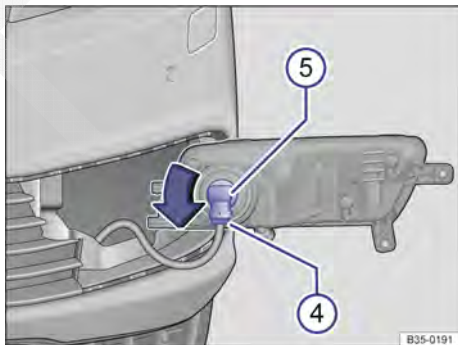

Fig. 205 No farol desmontado: substituir a lâmpada incandescente.
- Com a chave de fenda das ferramentas de bordo desaparafusar os parafusos de fixação ③.
- Destruvar a conexão do conector → Fig. 205 ④ e retirar o conector.
- Girar a lâmpada incandescente ⑤ no sentido anti-horário até o batente e retirá-la.
- Colocar a lâmpada incandescente ⑤ na carcaça do farol e girar no sentido horário para a posição inicial.